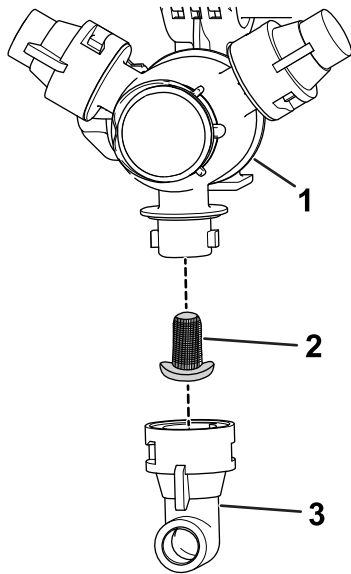

Figure 45
2. Déposez la buse de la tourelle de pulvérisation (Figure 45).
3. Déposez le filtre de buse (Figure 45).
5. Montez le filtre de buse (Figure 45).
6. Montez la buse sur la tourelle de pulvérisation (Figure 45).